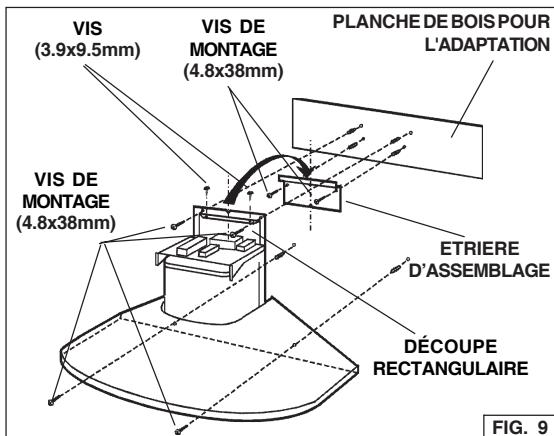

FIG. 9
3. Alignez l'ouverture rectangulaire située à l'arrière de la hotte avec le support de fixation murale. Abaissez lentement la hotte jusqu'à ce qu'elle s'emboîte avec le support (fig. 9).
4. Mettez la hotte à niveau au moyen des (2) vis (3.9x9.5mm) et fixez-la au moyen de deux (4) vis de montage (4.8x38mm). Si vous ne disposez pas de poteaux de cloison ni d'armature, utilisez les ancre murales fournies (fig. 9).